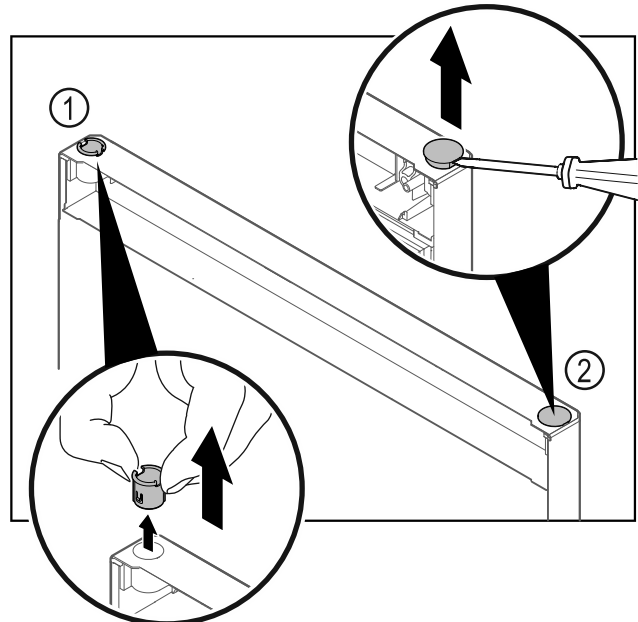

Fig. 29
- ▶ Scharnierbus Fig. 29 (1) met de vingers eruit trekken.
- ▶ Afdekschroef Fig. 29 (2) voorzichtig met een sleufschroevendraaier optillen en eruit trekken.